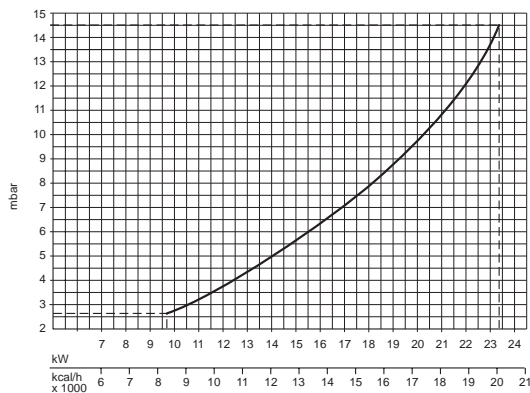

Fig. 4
N.B. - Le pressioni gas al bruciatore e le portate gas nella **fase di riscaldamento impianto** indicate in tabella si riferiscono alla **potenza nominale della caldaia**: volendo ridurre tale potenza (ove possibile), è necessario diminuire la pressione del gas fino alla potenza minima (vedere i diagrammi di fig. 4 e 5).